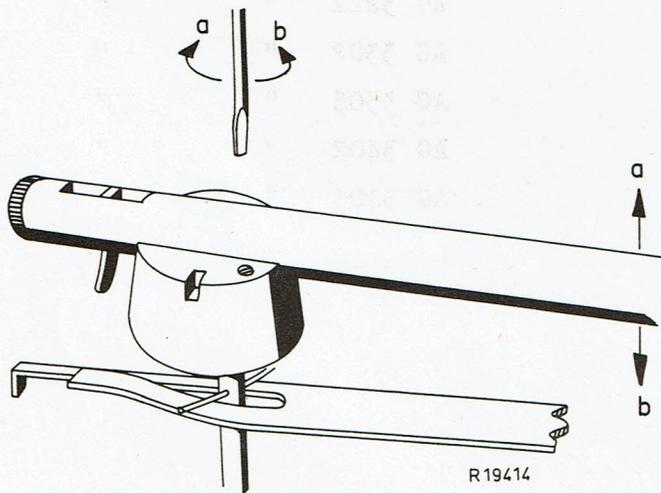

Fig.4
1. La hauteur de levage du bras de pick-up en mouvant vers l'intérieur et vers l'extérieur peut être ajustée en tournant la vis sans tête. (voir la fig. 4). Cet ajustage doit se faire de façon à ce que l'aiguille dans la position la plus basse du bras de pick-up frotte contre les arêtes de la natte en caoutchouc et pas contre la plaque de montage.